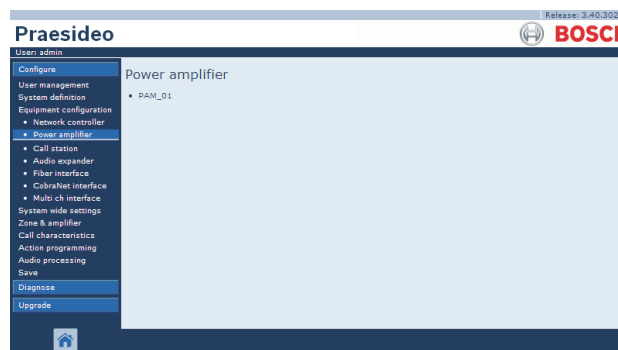

figura 44.10: Configurazione di un amplificatore di potenza, passaggio 1
- 1 Passare a *Configure > Equipment configuration > Power amplifier*. Nella cornice principale dell'interfaccia web, appare una schermata simile a quella in figura 44.10.